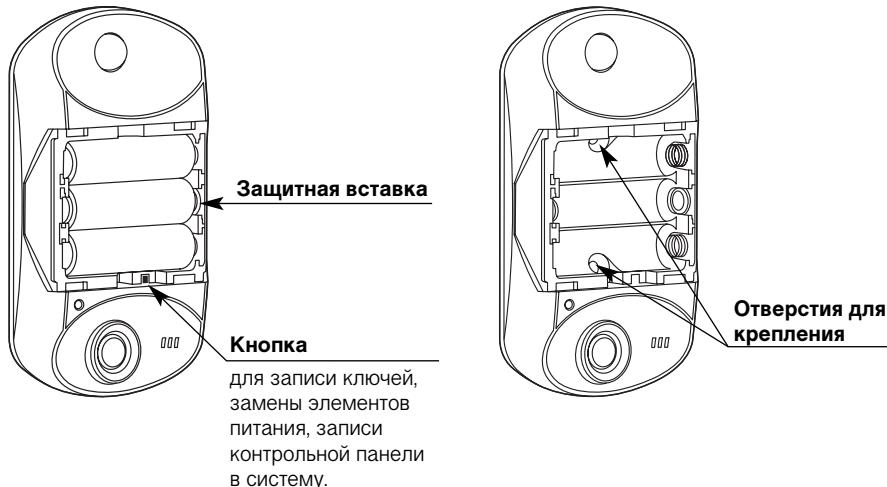

Рис. 11
- Откройте крышку отсека элементов питания. Для этого слегка отожмите от корпуса боковые поверхности крышки и потяните ее на себя. Вы получите доступ к элементам, показанным на рис. 11.
- Закрепите контрольную панель через специальные отверстия, находящиеся под элементами питания (рис. 11). Для этого: удалите элементы питания, закрепите панель, вставьте элементы питания, соблюдая полярность («минусом» к пружинному контакту). Убедитесь, что питание включено (см. пункт 2).